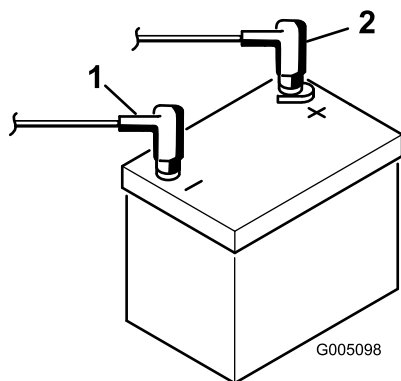

Figura 6
2. Ligue o cabo positivo da bateria (vermelho) a partir do solenóide de arranque ao pólo positivo (+) da bateria (Figura 6). Fixe-a com uma chave de porcas e cubra o terminal com vaselina. Certifique-se de que o cabo deixará espaço para o banco, na posição mais para trás, o que poderá danificar o cabo.